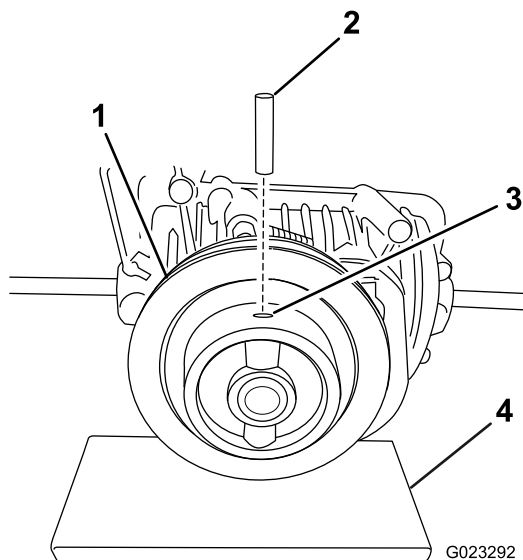

Figure 1
4. Appliquez du frein-filet Loctite® 454 (ou un produit équivalent) dans l'une des extrémités du trou de la poulie (Figure 1).
**Remarque:** Soutenez la poulie pendant que vous insérez la goupille pour éviter d'imposer une contrainte excessive à l'arbre d'entrée (Figure 1).